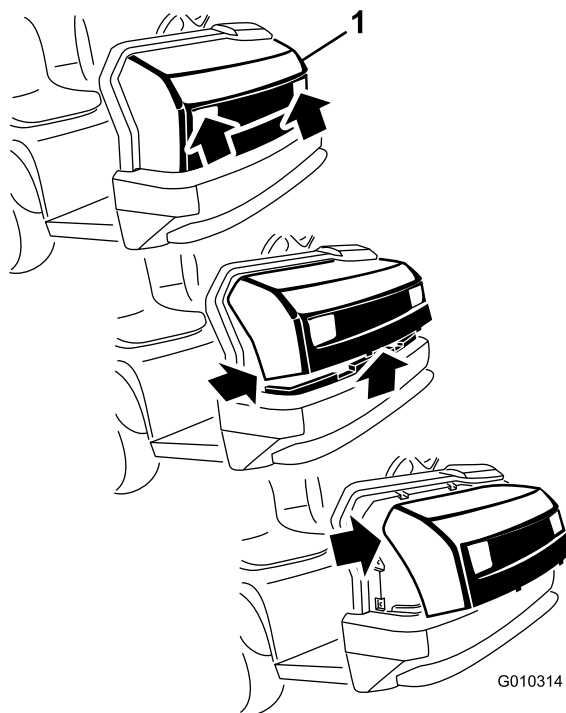

Figure 39
2. Pivotez le bas du capot vers le haut jusqu'à ce que vous puissiez dégager les pattes de fixation supérieures des fentes du châssis (Figure 39).
3. Pivotez le haut du capot en avant et débranchez les connecteurs des fils des phares (Figure 39).
1. Saisissez le capot par les ouvertures des phares et soulevez-le pour dégager les pattes de fixation inférieures des fentes du châssis (Figure 39).